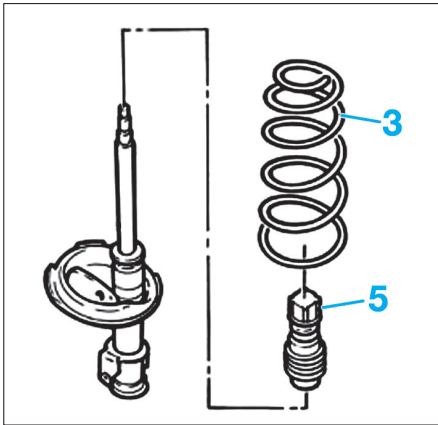

Fig. 6
- Dévisser l'écrou (3) de la tige d'amortisseur et déposer la coupelle supérieure (2).
- Déposer ensuite le soufflet (5) de protection, le ressort (1) (Fig.6).